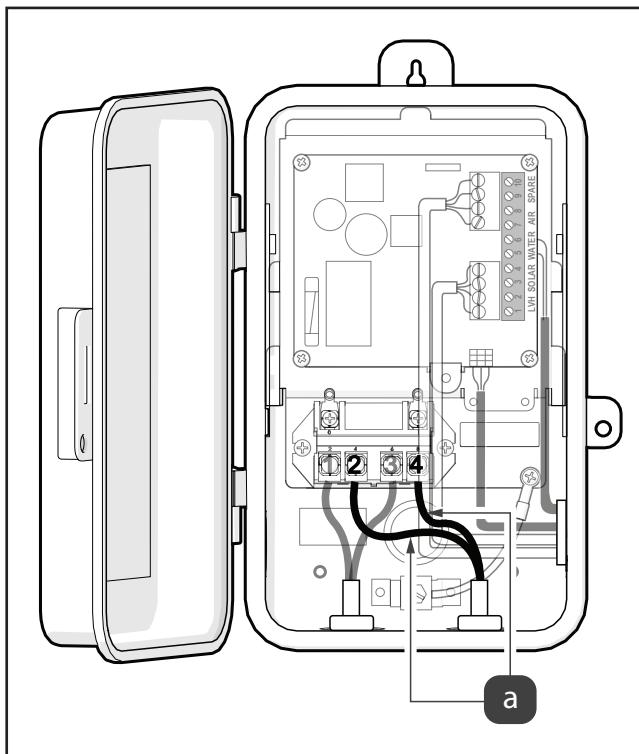

Figura 3. Conecte los cables de entrada de carga
- Conecte una bomba de filtro de velocidad única al lado de carga del relé; use los terminales 2 y 4; consulte la Figura 3 (a).